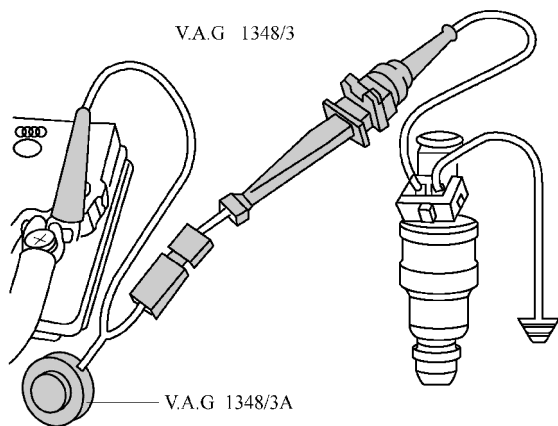

图 1-5-68 将喷油器的第二个端子与正极相连
(1) 将要检测的喷油器插入喷射量检测设备 V. A. G 1602 的一个量杯内。
(2) 用测量辅助套件 V. A. G 1594 C 中的检测导线和弹簧夹将喷油器的一个端子连接到发动机接地点上。
(3) 如图 1-5-68 所示, 将喷油器的第二个端子用遥控器 V. A. G 1348/3 A、适配导线 V. A. G1348/3-2 和辅助导线与正极相连。
(4) 用测量辅助套件 V. A. G 1594 C 中的导线跨越检测盒的端子 1 和 65。
(5) 打开点火开关, 燃油泵必须运转。
(6) 操纵遥控器 V. A. G 1348/3A-30s。
(7) 对所有喷油器进行测量。
(8) 对所有喷油器(4 个)进行控制后, 将量杯